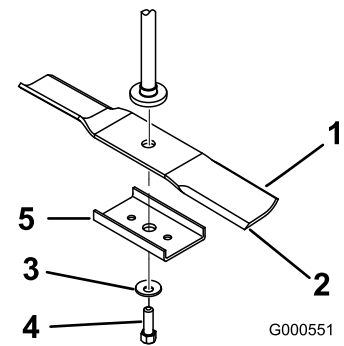

Figure 47
- Enlevez de l'axe le boulon de lame, la rondelle bombée, le renfort de lame et la lame (Figure 47).
- Placez la lame sur l'axe (Figure 47).
2. Montez le renfort, la rondelle bombée (face concave vers la lame) et le boulon de lame (Figure 47).